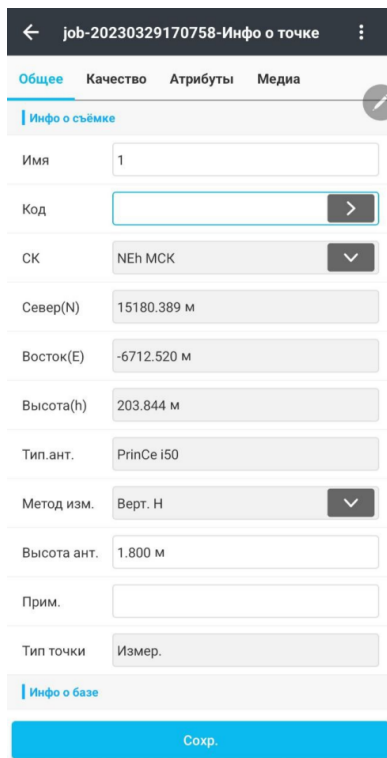

Рисунок 3.11.8
3. В меню редактирования данных точки (Рисунок 3.11.8):